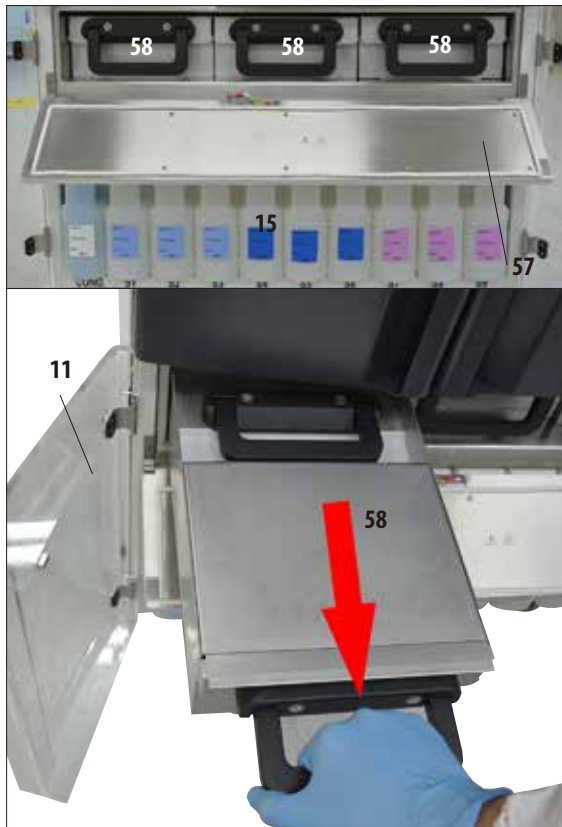

Fig. 41
- Lo strumento dispone di tre bagni di paraffina riscaldati (58) con una capacità max. di 4,9 l di paraffina liquida ciascuno.
- Essi si trovano dietro uno sportello (57) al di sopra del vano dei reagenti con i flaconi di sistema (15). Per accedere allo sportello, aprire ambedue gli sportelli di plexiglas (11, 12).
- I singoli bagni di paraffina possono essere estratti dal vano (fig. 41) per riempirli e per scopi di pulizia.